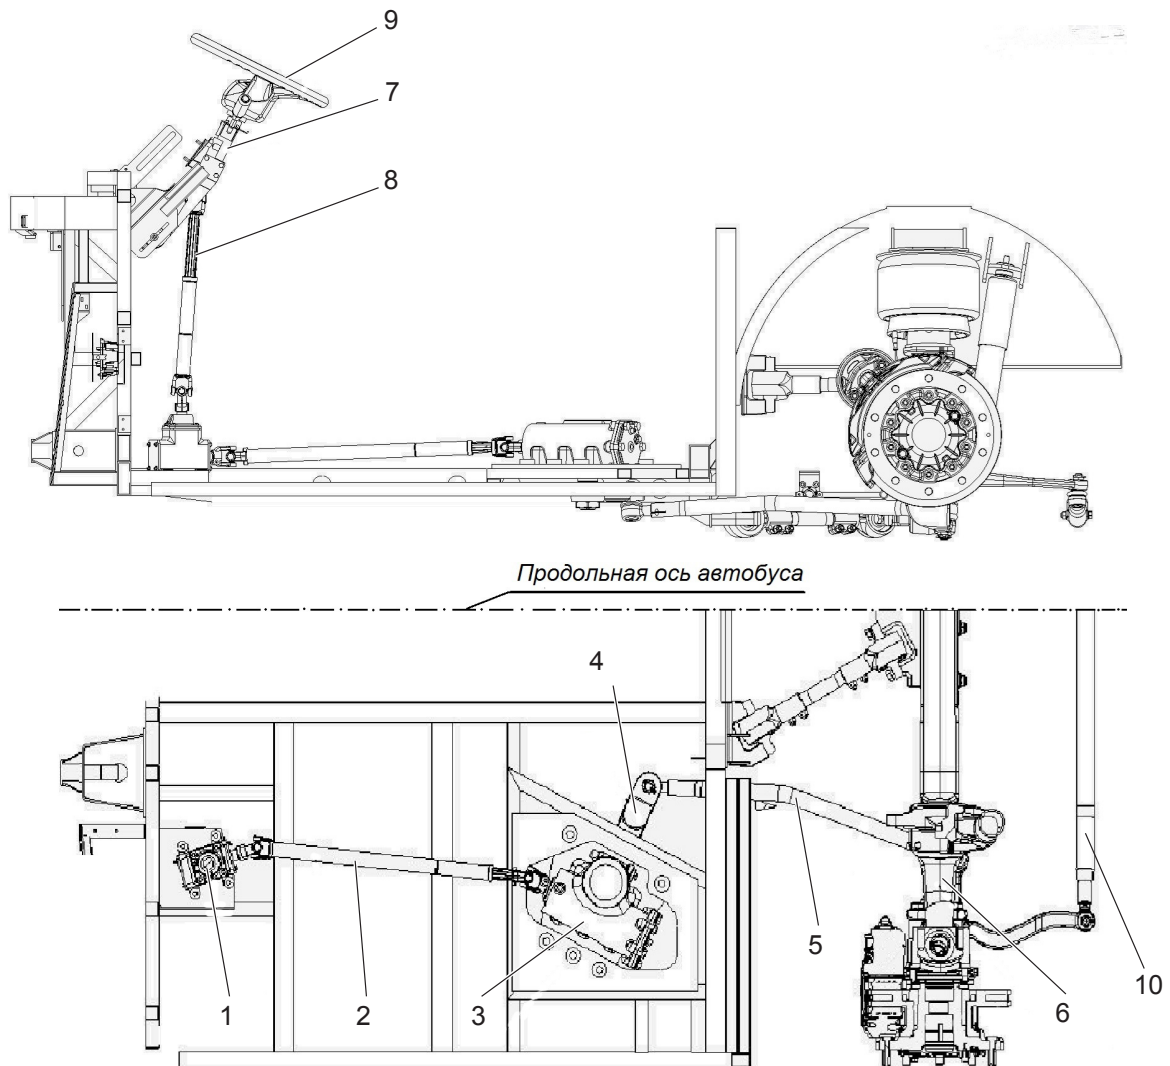

Рисунок 4.8.1 - Рулевое управление для зависимой подвески
Перед заменой наконечников продольной рулевой тяги 10 (рис. 4.8.1) необходимо зафиксировать передние колеса и рулевое колесо в положении соответствующем прямолинейному движению. При этом должны совпадать метки на входном валу и на корпусе рулевого механизма 7. После замены наконечников отрегулировать длину продольной тяги, так чтобы оси пальцев наконечников рулевой тяги совпали с осями
конусных отверстий в сошке и рычаге поворотного кулака. Наконечники должны быть ввернуты в трубу на одинаковую величину. Продольную тягу устанавливать в положении, показанном на рис. 4.8.1.
- отсоединить сливной шланг 8 (рис. 4.8.1) и напорный шланг 9, идущие от рулевого механизма, опустить их в емкость, и медленно поворачивая рулевое колесо вправо – влево до упора, слить масло из рулевого механизма;
Усилие водителя передается через рулевое колесо 6 (рис. 4.8.1а), регулируемое по вы-